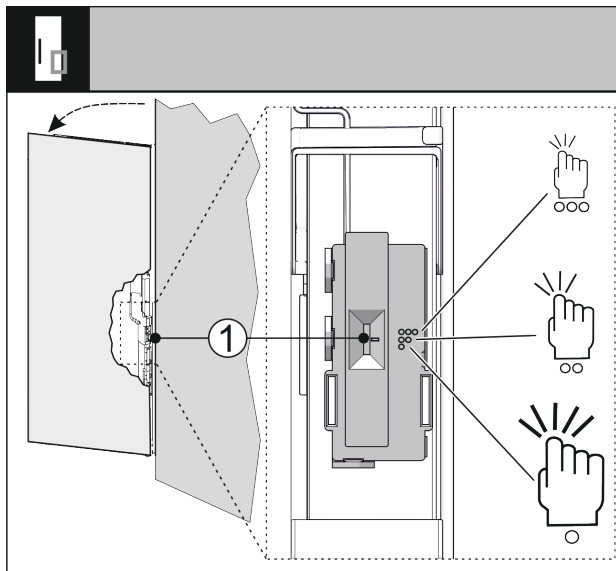

Fig. 32
Citlivost snímače klepání můžete nastavit pomocí spínače *Fig. 32 (1)*. Spínač je na straně závěsu ve spodní třetině dveří.
- Posuňte spínač Fig. 32 (1) do požadované polohy spínače.